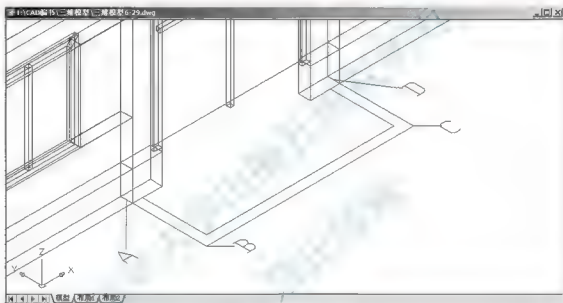

图 6.38 打开【阳台】图层
将【阳台】图层打开并建立新图层【阳台 1】，同时将【阳台 1】图层设置为当前图层，如图 6.38 所示。注意，当前坐标系为世界坐标系。
- (1) 执行 ELEV 命令，设置默认标高为“0”，设置默认厚度为“300”。
- (2) 在命令行输入“PL”后按 Enter 键，启动绘制多段线命令。
- (3) 在指定起点：提示下，捕捉如图 6.38 所示的 A 点作为多段线的起点。
- (4) 在指定下一个点或[圆弧(A)/半宽(H)/长度(L)/放弃(U)/宽度(W)]：提示下，输入“W”后按 Enter 键。
- (5) 在指定起点宽度<0.0000>：提示下，输入“200”。
- (6) 在指定端点宽度<200.0000>：提示下，按 Enter 键执行尖括号内的默认值“200.0000”。
- (7) 在指定下一点或[圆弧(A)/闭合(C)/半宽(H)/长度(L)/放弃(U)/宽度(W)]：提示下，依次捕捉如图 6.38 所示的 B、C 和 D 点。